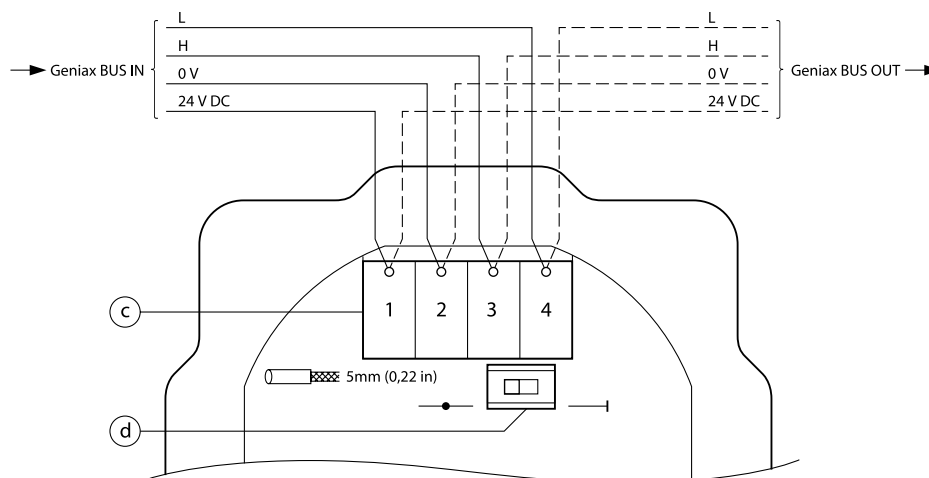

Fig. 15-1a: Anschluss Geniax Pumpenelektronik an Geniax Bussystem, Terminierungsschalter
- Die Aderenden des **ankommenden** Buskabels (Geniax BUS IN, vgl. Fig. 15-1a) 5-6 mm abisolieren.
- Die vier farbigen Adern (rot, schwarz, gelb, weiß) des **ankommenden** Buskabels (Geniax BUS IN) an die entsprechenden Klemmen des Klemmenblocks c der Geniax Pumpenelektronik anschließen gem. Tab. 15-1 und Fig. 15-1a.
- Pumpenelektronik terminieren (siehe Fig. 15-1a) falls die Elektronik letzter Busteilnehmer des BUS-Systems oder einer BUS-Linie ist.
- Die Aderenden des **weiterführenden** Buskabels (Geniax BUS OUT, siehe Fig. 15-1a) 5-6 mm abisolieren.
- Die vier farbigen Adern (rot, schwarz, gelb, weiß) des **weiterführenden** Buskabels (Geniax BUS OUT) an die entsprechenden Klemmen des Klemmenblocks c der Pumpenelektronik anschließen gem. Tab. 15-1 und Fig. 15-1a.
Die GeniAx Pumpenelektronik verfügt über einen BUS-Abschlusswiderstand von 120 Ω. Dieser kann über den Terminierungsschalter (d) (Fig. 15-1a) aktiviert werden.